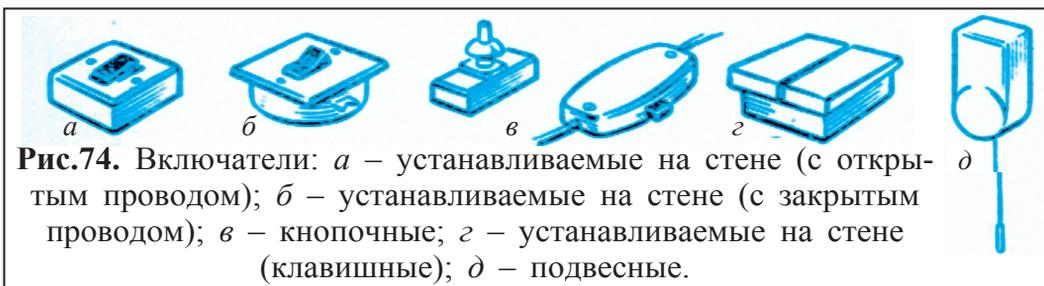

Рис.75. Строение подвесного выключателя.
1. Внимательно изучите рис.75 и выполните следующее: